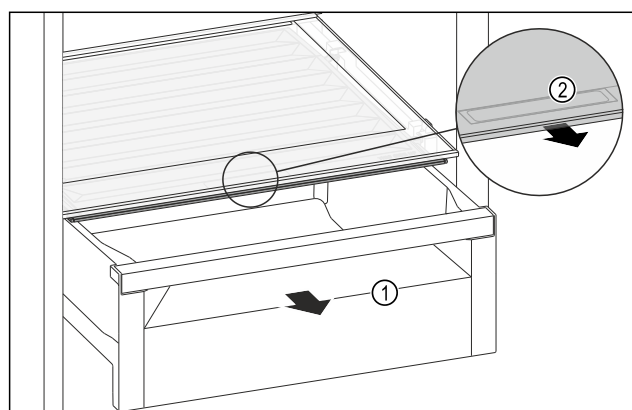

Fig. 110
- Wyciągnąć szufladę Fig. 110 (1).
- Chwycić uchwyt wpuszczany Fig. 110 (2) na pokrywie komory i pociągnąć pokrywę jednocześnie do przodu.